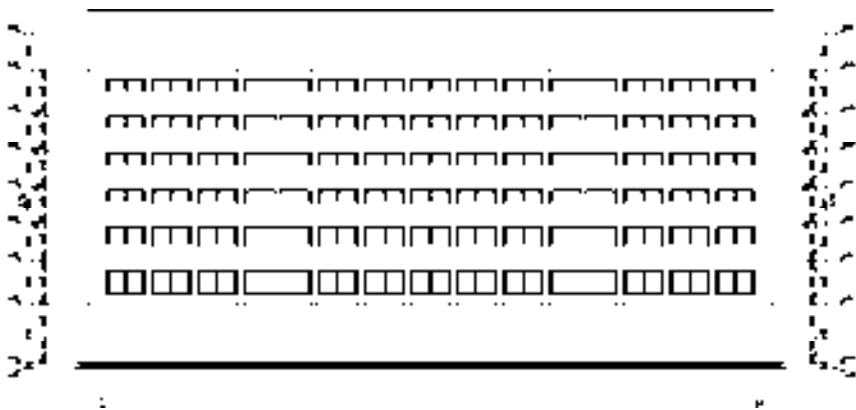

图 15-130 整理图形
1) 整理图形。调用“删除”命令和“修剪”命令，对立面图执行编辑修改操作，结果如图 15-130 所示。